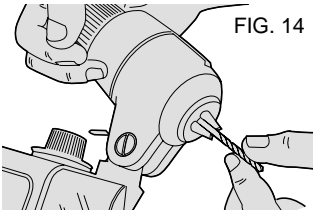

FIG. 16
6. Placer le foret de sorte que la pointe se trouve à environ 1,6 mm (1/16 po) sous l'extrémité du positionneur. S'assurer que le rebord droit à l'extrémité du positionneur repose à plat contre la goujure. On obtient des résultats satisfaisants lorsqu'on place bien le foret dans le positionneur (fig. 16).